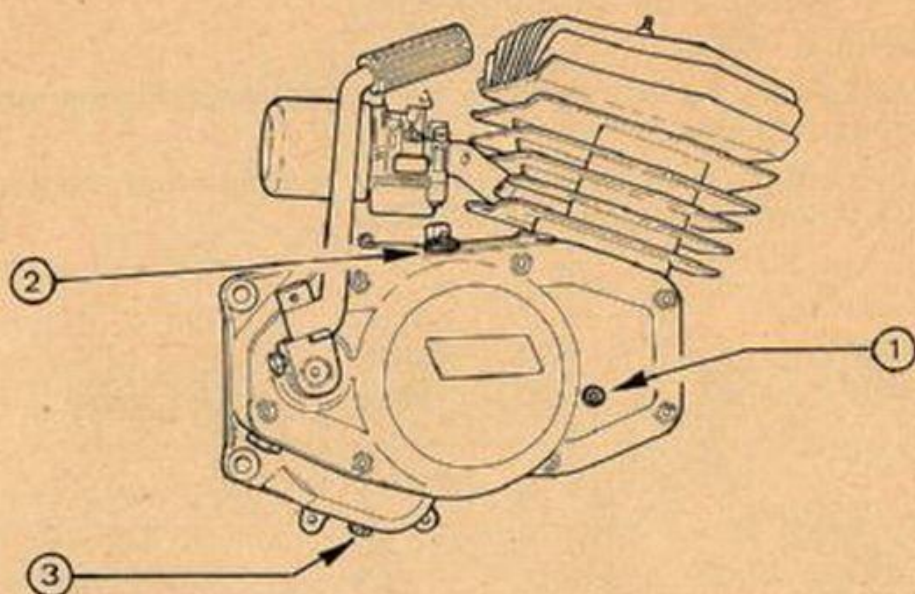

FIG. 1 Tappi olio
- 1) PRIMA di avviare per la prima volta il motore, controllare l'esatto livello dell'olio che dovrà fuoriuscire dall'apposito foro (n° 1 in fig. 1). Qualora non si verificasse tale condizione, aggiungere attraverso l'apposito foro di caricamento (n° 2 in fig. 1) olio con viscosità appropriata (vedi dati tecnici), fino a che non se ne risconterà la fuoriuscita dal suddetto foro di livello.
- 6) DOPO i primi 500 km. eseguire il cambio dell'olio rimuovendo l'apposita vite di scarico posta sotto il motore (n° 3 in fig. 1) e si consiglia di eseguire tale operazione dopo una marcia prolungata in quanto il calore sviluppato durante il funzionamento rende più fluido l'olio agevolandone la fuoriuscita.